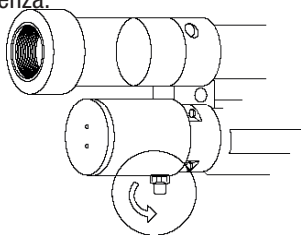

fig. 7a
- 1) svitare il tappo del dispositivo di emergenza (C) accedendo al grano sottostante (fig. 7a);